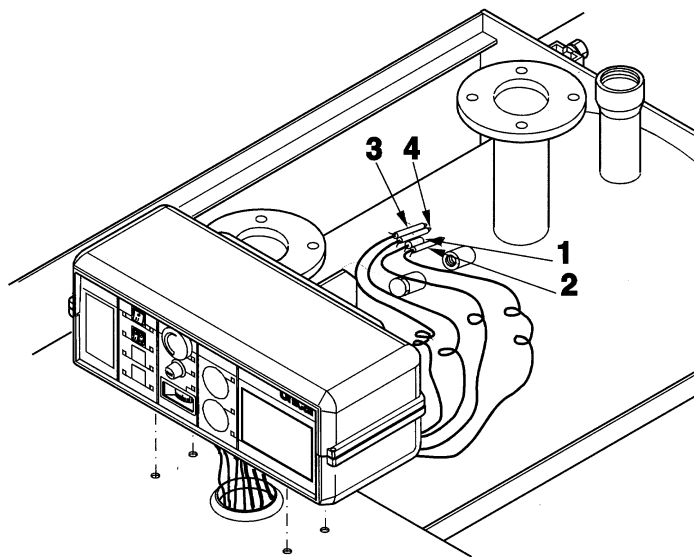

Рис. 8 Монтаж коробки управления
- а) оберните корпус котла изоляционным матом (1) и соедините свободные концы гибкими скобами (2),
- б) проденьте электрокабели в вводы (7) на боковые стенки (5,6),
- г) демонтируйте крышку коробки управления и закрепите коробку управления к передней верхней панели (4) облицовки винтами, см. рис. 8,
- д) подсоедините все кабели, проведите размещение датчиков, зафиксируйте переднюю верхнюю панель (4), засунув острие в отверстие с пружиной в стенках,